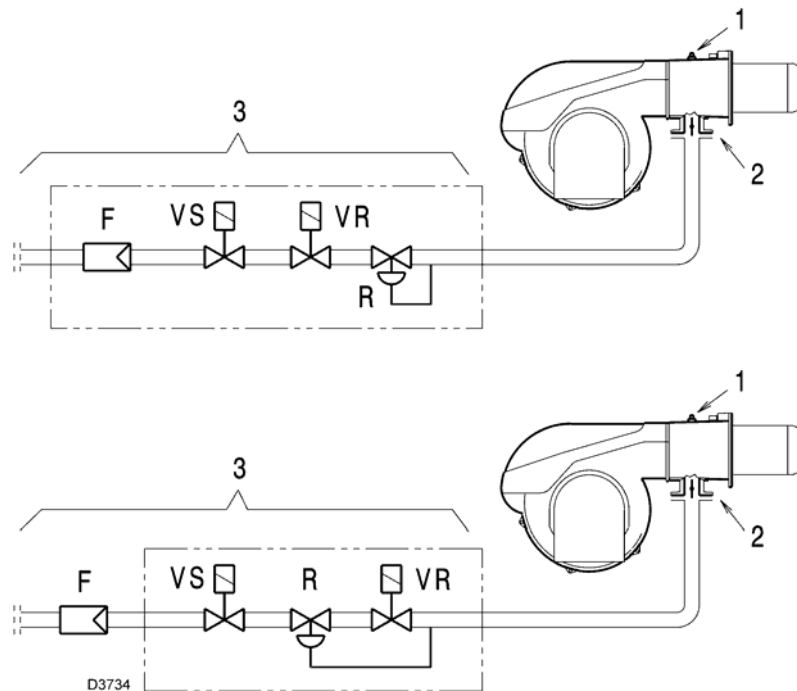

Рис. 39
Давление газа измерено на штуцере для измерения давления газа (1) (рисунок 39), при:
Потеря давления на дроссельной заслонке газа (2) (рисунок 39) при максимальном открывании 90°.
Потеря давления на газовой рампе (3) (рисунок 39), которое включает в себя:
- регулировочный клапан (VR),
- предохранительный клапан (VS) (оба открыты максимально),
- регулятор давления (R),
- фильтр (F)
- вычтите из давления газа на штуцере (1) (рисунок 39) давление в камере сгорания;
- давление газа на штуцере отбора давления (1) (рисунок 39) = 8 мбар
Если же вы наоборот хотите узнать давление газа, которое должно быть на штуцере замера давления (1) (рисунок 39), при условии что вы зафиксировали максимальную мощность, с которой должна работать горелка, действуйте следующим образом: